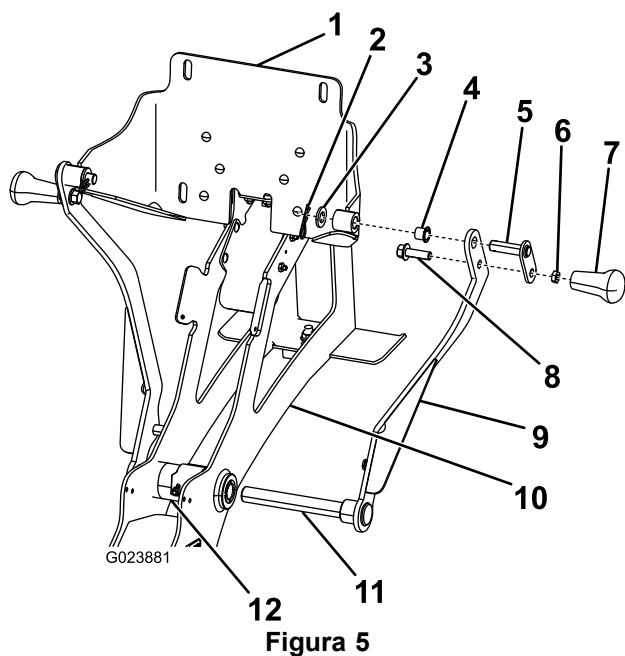

Figura 5
10. Inserte el eje del brazo de sujeción derecho en el buje (Figura 5).
15. Sujete el asa a la chapa trasera con una arandela plana y un pasador de horquilla, según se muestra en Figura 5.